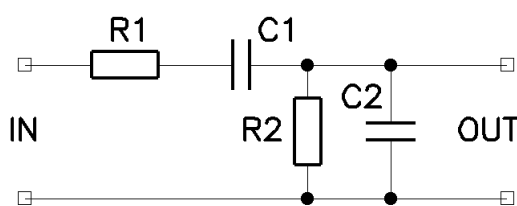

Рис. 4.4. Схема цепи Вина
*Цепь Вина* (рис. 4.4) — объединяет свойства фильтра низких и фильтра высоких частот, включенных последовательно. Она используется при конструировании полосовых фильтров, генераторов, фазовращателей.